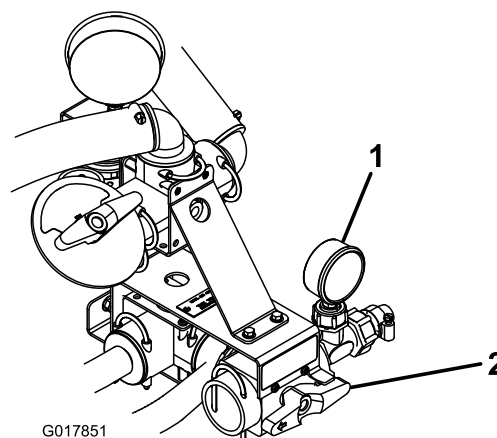

Figure 21
3. Tournez la poignée rouge sur l'avant du distributeur de commande à la position de pulvérisation manuelle (Figure 21).
Remarque: Utilisez le manomètre situé à droite du distributeur de commande tout en tournant la poignée rouge pour obtenir la quantité de pression voulue au niveau du pulvérisateur à main (Figure 21).